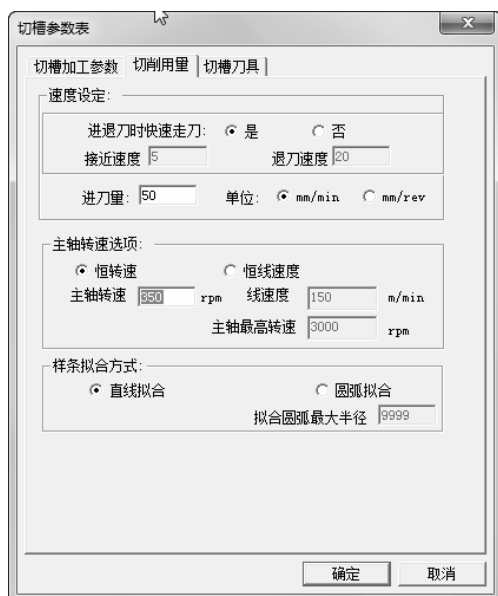

图 6-145 切槽切削用量参数设定
2) 单击“切削用量”选项卡，如图 6-145 所示。设置切削用量具体参数如下：进退刀时快速走刀：是；进刀量：50，单位 mm/min；主轴转速选项：恒